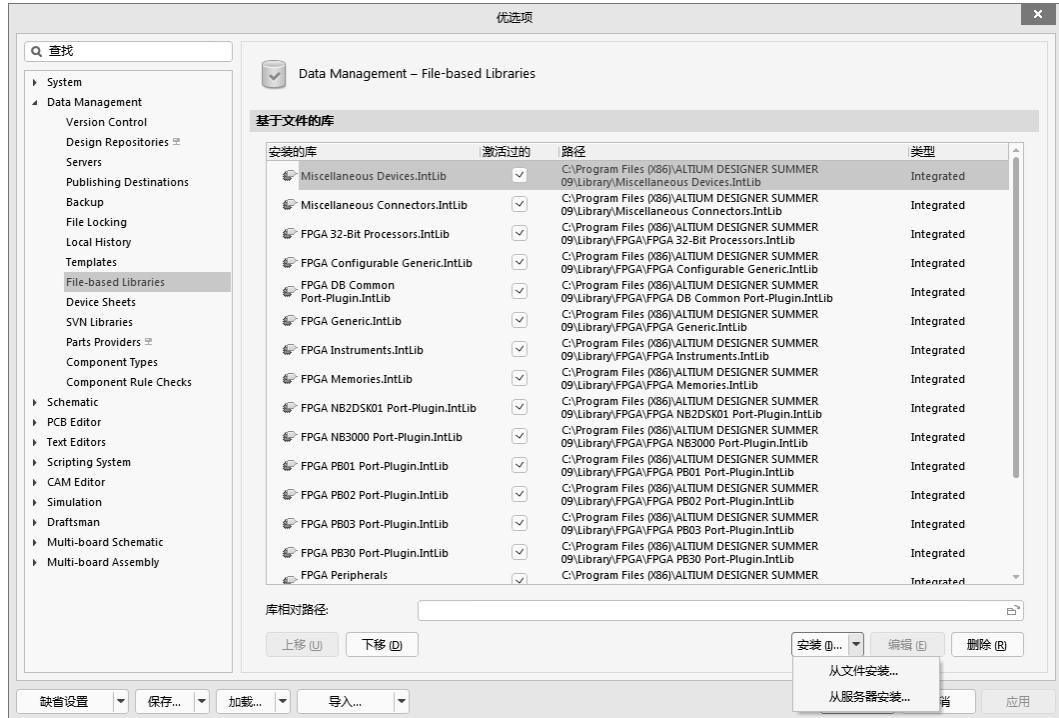

图 6-62 集成库的安装
(2) 在“Data Management–File-based Libraries”选项卡中，显示已安装的集成库，如果需要额外的集成库，则可以单击右下角的“安装”按钮进行安装，如图 6-62 所示。